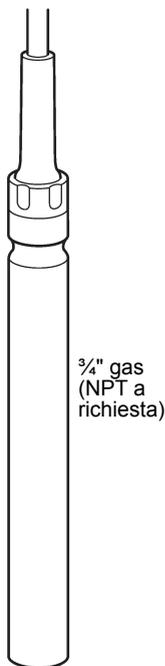
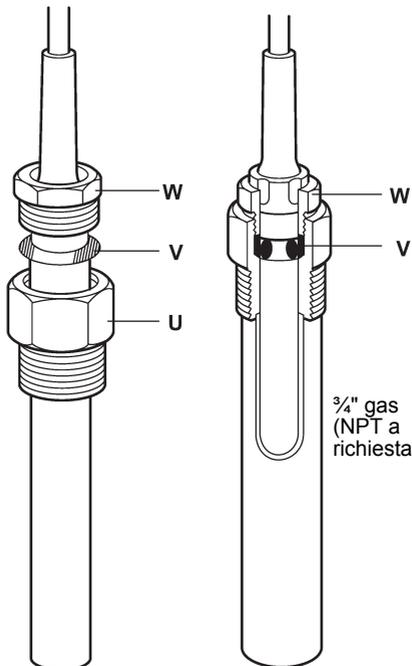
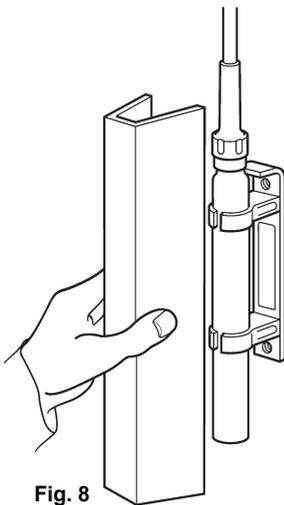

Fig. 4
Fig. 5
Fig. 8
Il regolatore tipo DP27T è fornito di un bulbo liscio come rappresentato nella Fig. 4 o, come opzione, è disponibile anche un bulbo con adattatore come mostrato in Fig. 5, composto da un raccordo (U), un O-ring (V) ed un dado premistoppa (W).
Quando si desidera utilizzare un bulbo liscio come rappresentato nella Fig. 4 si può smontare l'adattatore svitando il dado premistoppa (W) dal raccordo (U) di Fig. 5, sarà così possibile sfilare separatamente ogni componente dell'adattatore dal bulbo.
Inserire il bulbo entro il raccordo (U) finché l'O-ring (V) si appoggia al raccordo come mostrato nella Fig. 5 ed avvitare a fondo il dado del premistoppa (W) fino a comprimere l'O-ring.
Nei casi in cui il regolatore DP27T venga usato per regolare la temperatura ambiente, si utilizza il bulbo liscio della Fig. 4 e dovrà essere previsto un supporto di fissaggio completo di uno schermo di protezione come visibile nella Fig. 8